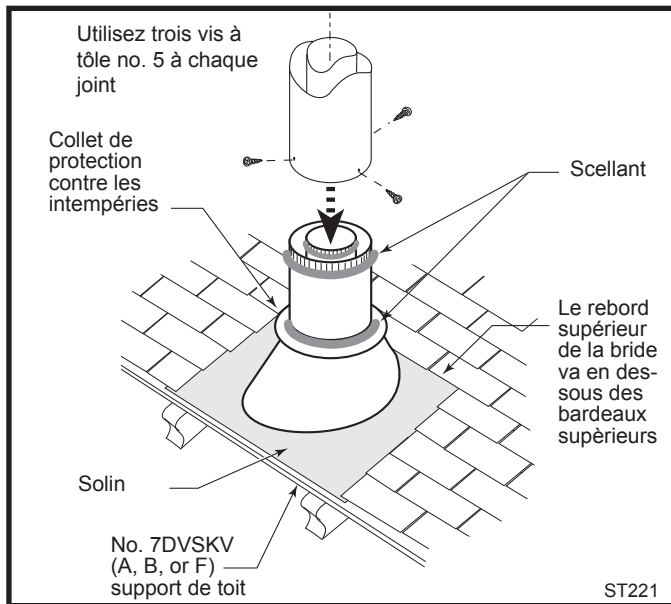

Fig. 32 Support et solin.
7. Installez le support et le solin de toit en prenant soin de glisser ce dernier sous les bardeaux. (Fig. 32)
8. Installez les sections appropriées du conduit de ventilation jusqu'à ce que la section de ce dernier dépasse le bardage. Les extrémités élargies des sections de ventilation doivent toujours être tournées vers le bas. (Fig. 32)
9. Installez le collet et appliquez du mastic sur la circonférence du joint afin d'en assurer l'étanchéité. (Fig. 32)